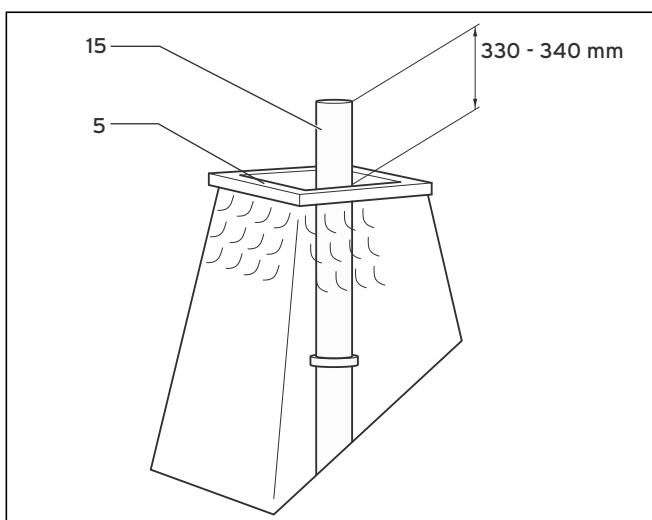

Рис. 4.43 Укорачивание трубы из нержавеющей стали
- Укоротите трубу из нержавеющей стали (15) согласно рис. 4.43.
- Вставьте трубу из нержавеющей стали (15) в соединительную деталь (3).